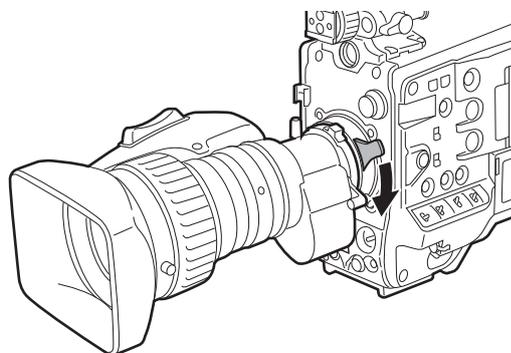

Fig. 3
- 3** Abaissez le levier de l'objectif pour bien serrer l'objectif. (Fig. 3)